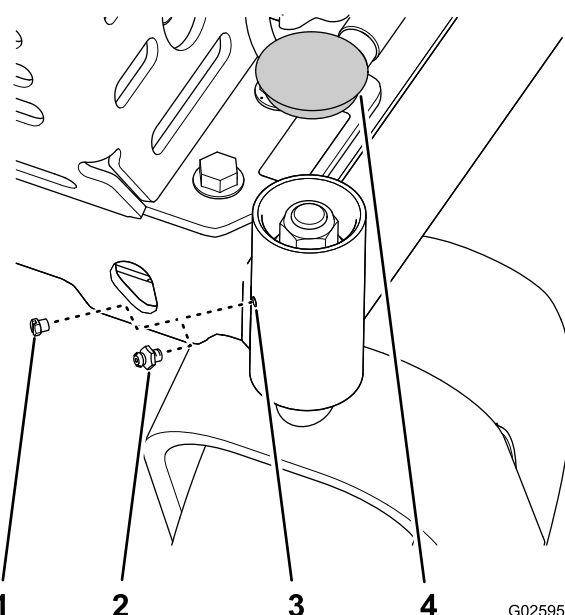

Figura 26
1. Retire la tapa y el tapón hexagonal de la parte superior del pivote de la rueda giratoria (Figura 26).
2. Enrosque un engrasador en el orificio (Figura 26).
3. Bombee grasa en el engrasador hasta que rezume alrededor del cojinete superior (Figura 26).
4. Retire el engrasador y vuelva a colocar el tapón que retiró en 1 (Figura 26).
5. Instale la tapa que retiró en el paso 1 (Figura 26).